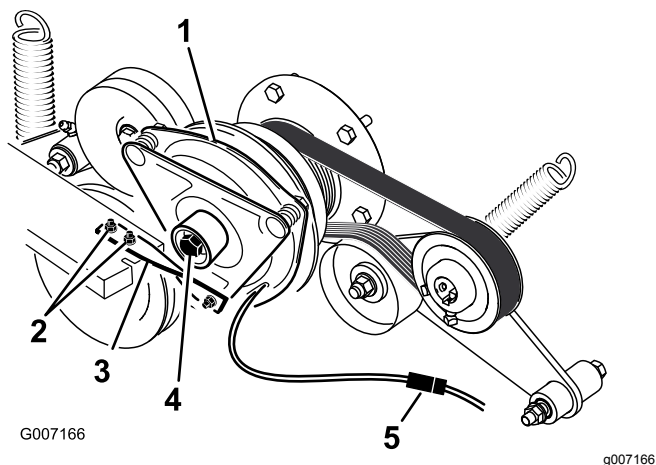

Figura 76
6. Desligue a ligação elétrica para a embraiagem (Figura 76).
7. Retire os dois parafusos que fixam a fita de borracha da embraiagem à estrutura do cortador (Figura 76).
8. Retire o parafuso central que fixa a embraiagem ao eixo do motor e retire a embraiagem e a chave (Figura 76).
15. Enquanto segura a manivela de arranque na parte de trás da máquina, instale o parafuso central e aperte-o com 68 N·m (Figura 76).
16. Instale a fita de borracha da embraiagem na estrutura do cortador com os dois parafusos e porcas anteriormente retirados (Figura 76).
18. Ligue a ligação elétrica para a embraiagem (Figura 76).